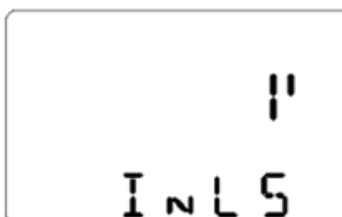

Figura 5.15: Configuração do tempo para desligamento automático do Studio
- Esse tempo pode ser ajustado de 1 min até 99 min, conforme demonstra a Figura 5.15.